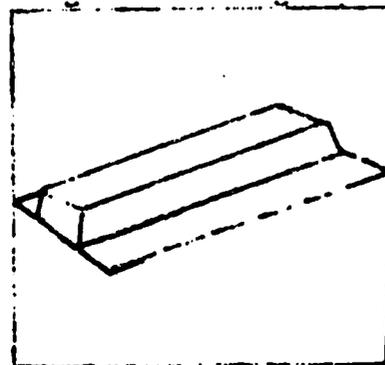

Fig. 25 - Molde alargado.
73. Los bloques pueden hacerse con una concavidad a todo lo largo del bloque, pero para esto se necesita un poco más de tiempo. Los moldes para estos bloques tienen que ser hechos (ver Fig. 25). No vienen con la prensa. Estos bloques pueden usarse donde son necesarios varillas o refuerzos de metal en la construcción.